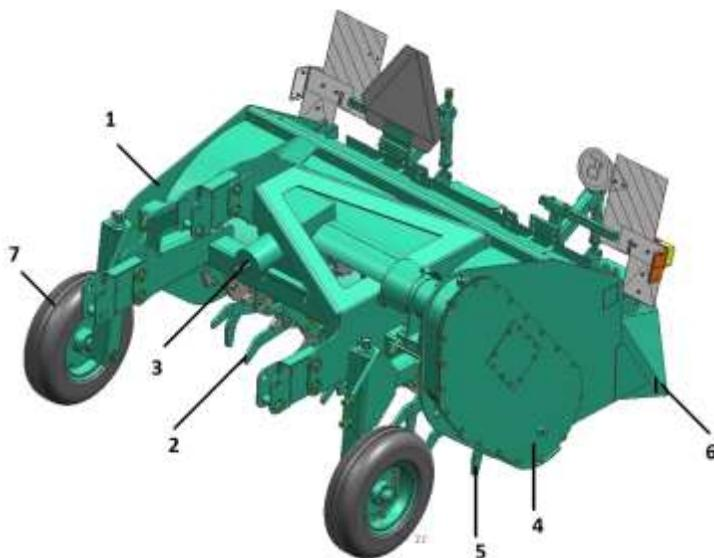
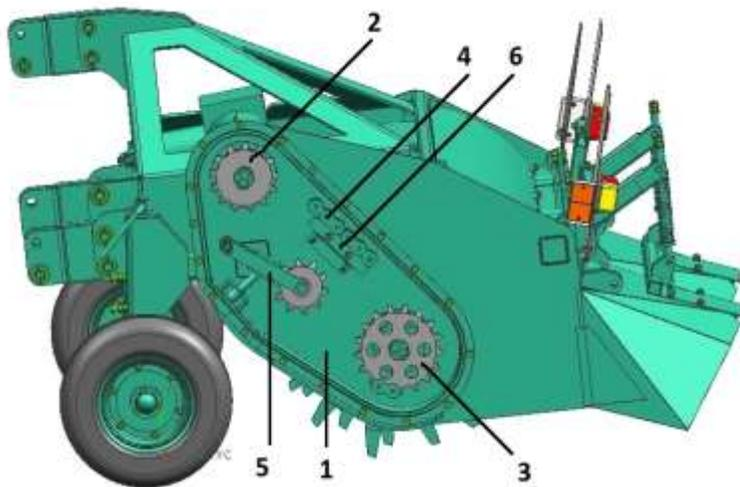

Рисунок 1 – Общий вид агрегатов АПК
Рисунок 4 – Бортовая передача
3.4 Бортовая передача (рисунок 4) состоит из: корпуса 1; звездочек: ведущей – 2 и ведомой – 3; цепи 4 с шагом $t = 44,45$ мм; натяжителя 5; успокоителя 6; закрыта крышкой со смотровым окном (см. рисунок 1). В крышке имеется контрольное отверстие закрытое пробкой и указывающее требуемый уровень масла.